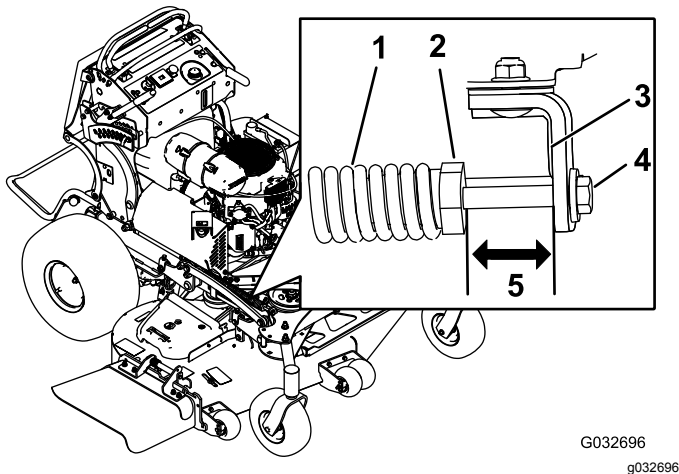

Figure 90
2. Vérifiez la distance entre l'écrou de ressort et l'arrière du support soudé (Figure 90).
3. La distance doit être comprise entre 47 et 50 mm (1,8 et 2 po) (Figure 90).
4. Au besoin, réglez la distance en ajustant le boulon sur l'avant du support (Figure 90).